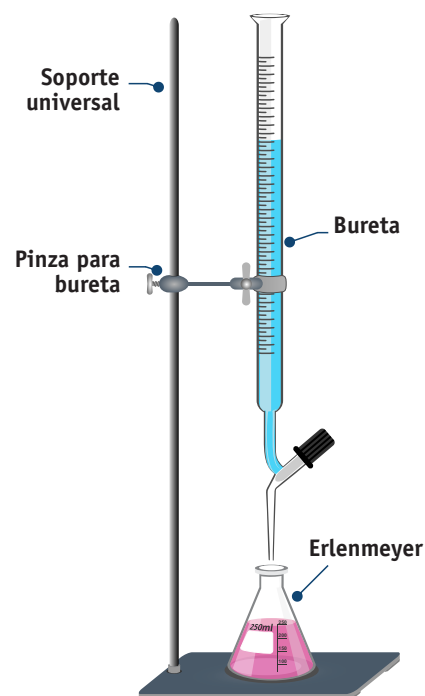

Figura 1: Montaje para titulación
Las cantidades de reactivos y productos de una reacción, son investigados en los laboratorios gravimétricamente por pesadas y volumétricamente por titulación. La volumetría, también llamada valoración química, es un método químico para medir cuánta cantidad de una disolución se necesita para reaccionar con otra disolución de concentración y volumen conocidos. Para ello se va añadiendo gota a gota la disolución desconocida o “problema” a la otra disolución estandarizada desde la bureta, hasta que la reacción finaliza (Figura 1). Según el tipo de reacción que se produzca, la volumetría será, por ejemplo, volumetría ácido-base, de oxidación-reducción o de precipitación.²
- Realice el montaje de la bureta previamente lavada y purgada con NaOH 0,1 N (disolución estandarizada) (Figura 1).